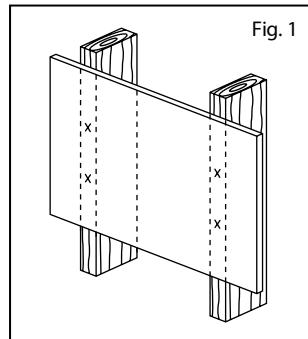

Fig. 1
3. Mentre un'altra persona tiene in posizione la piastra a muro, contrassegnare quattro o sei posizioni (due per montante) per fissare il supporto alla parete (vedere Fig. 1). Metti da parte la piastra a muro e pratica un foro pilota da 6 mm (1/4") in ogni posizione contrassegnata.